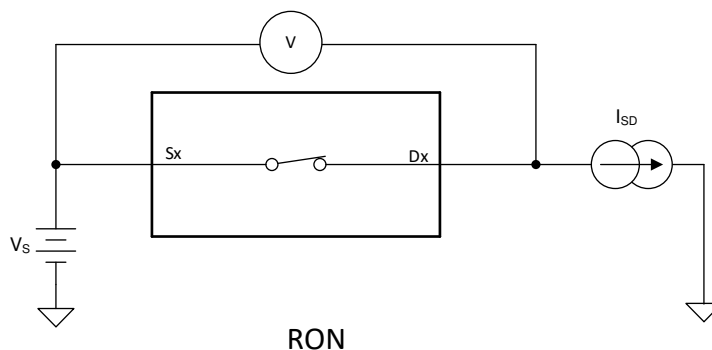

図 14-1. オン抵抗測定時の構成
デバイスのオン抵抗は、デバイスのソース ピン (Sx) とドレイン ピン (Dx) の間の抵抗値 ( $\Omega$ ) です。オン抵抗は、入力電圧と電源電圧によって変化します。オン抵抗は、記号  $R_{ON}$  を使用して示されます。図 14-1 に、 $R_{ON}$  の測定に使用する測定構成を示します。この構成を使用して電圧 (V) と電流 ( $I_{SD}$ ) を測定し、 $R_{ON}$  は  $R_{ON} = V / I_{SD}$  で計算します。